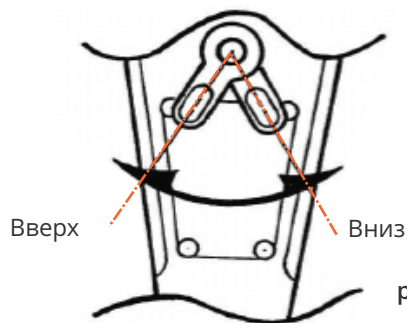

рис. 1
- 5.3. Установите переключатель в положение «Вверх» (Рис.1) и производите маятниковые движения рычагом. Рычаг должен двигаться плавно без рывков. Подняв груз на высоту 200-250 мм от поверхности, остановитесь, проверьте правильность строповки груза и работоспособность тормоза (груз не должен самопроизвольно опускаться).
- 5.5. Для спуска груза, переведите положение переключателя в положение «Вниз» (Рис.1) и производите плавные маятниковые движения рычагом.